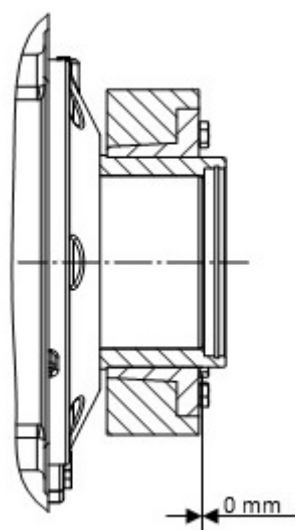

Abbildung 15: Montierte Schrumpfscheibe
7. Nach dem Festziehen der Spannschrauben muss die schraubenseitige Stirnfläche des Innenringes mit der Stirnfläche des Außenringes bündig übereinander liegen. Der Verspannungszustand der Schrumpfscheibe ist so optisch zu überprüfen (Abbildung 15).